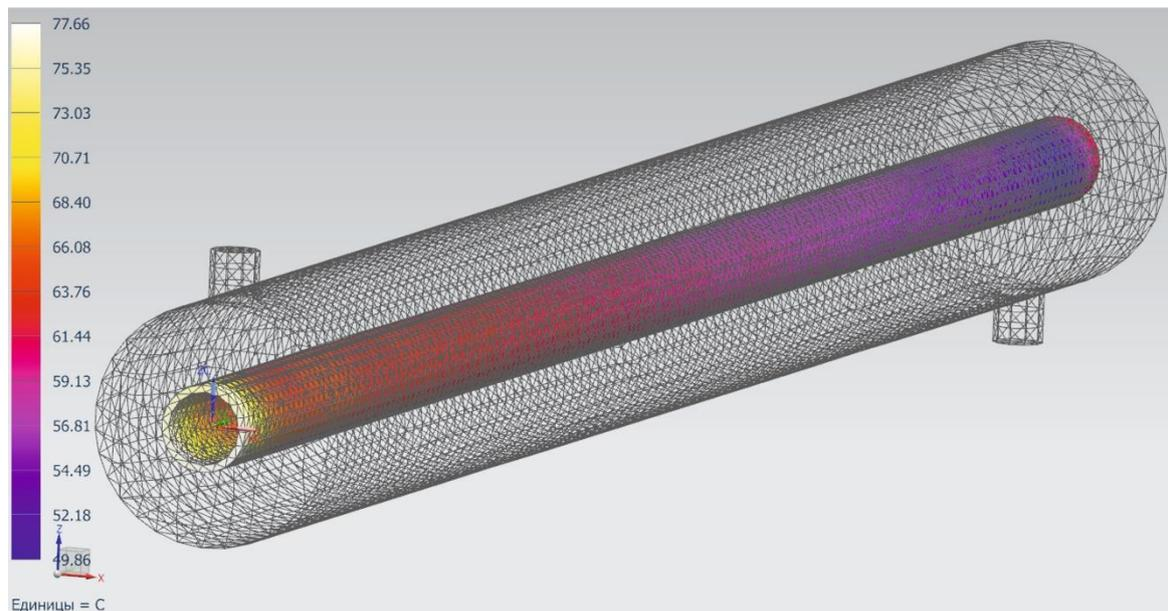

Рис. 4.3. Темперное поля поверхности теплообмена при противотоке
12. Для отображения температурного поля поверхности теплообмена нажмите пункт **«Температура – По узлам»** в окне **«Навигатор постпроцессора»**. В окне **«Вид постпроцессора»** установите тип **«Сглаживание»** (рис. 4.3). Нажмите **«Ок»**.